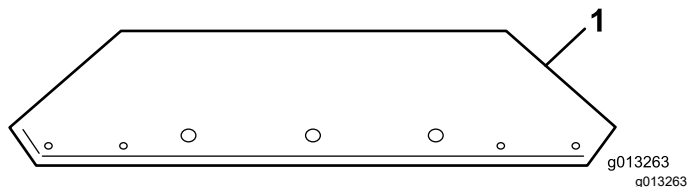

図 13
- 出荷用の箱から前用プレートと後ろ用プレートを取り出す 図 13 と 図 14。